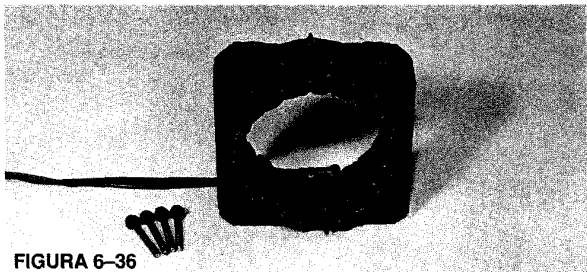

FIGURA 6-36
A. Estator del PMG (Figura 6-36.)